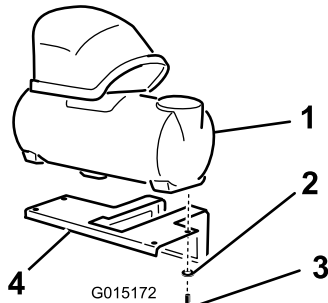

Figura 3
1. Coloque o depósito de espuma no suporte de montagem como se mostra em Figura 3.